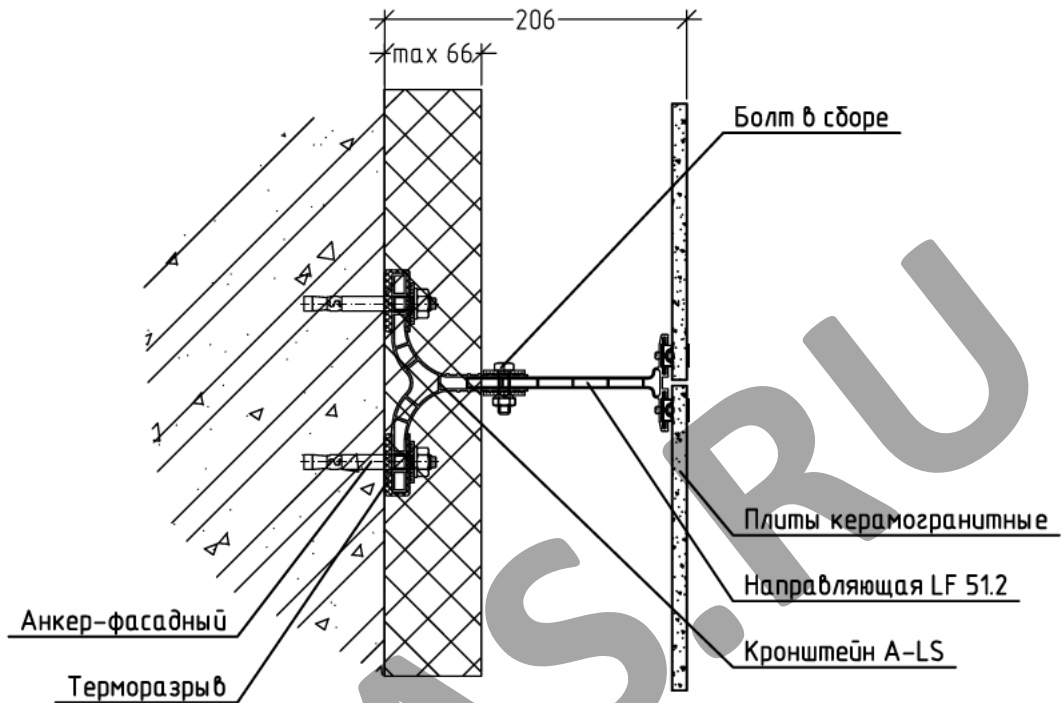

Рис. 2.
I. Вариант крепления направляющей LF 51.2/LF 51 с кронштейном A-LS 120.1. Направляющая вставляется в паз кронштейна, в проектное положение. Затем просверливается отверстие, диаметром 6,2 / 8,2 мм, и крепится болтовым соединением М6/М8 (смотреть по проекту) через шайбы АВ-10, с усилием затяжки 50Н (рис.2).